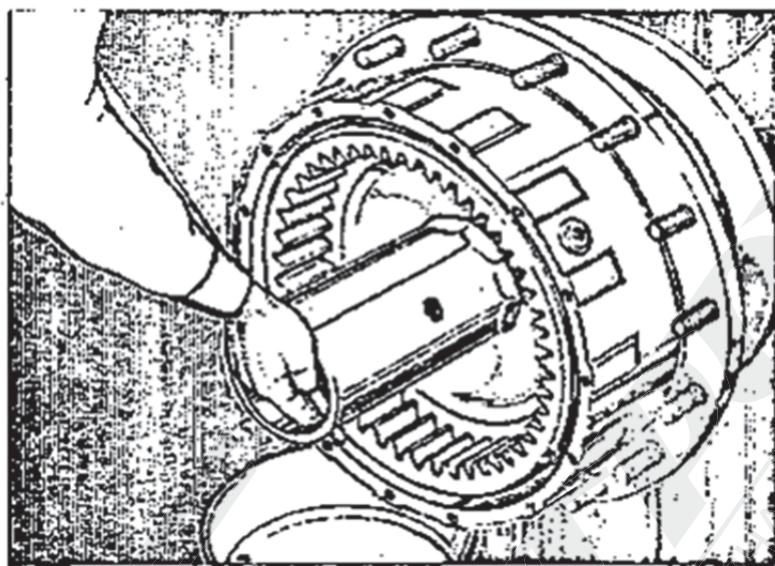

Рис. 4-4. Отвинчивание гайки
- отвинтить гайку 9 /рис. 4-4/,